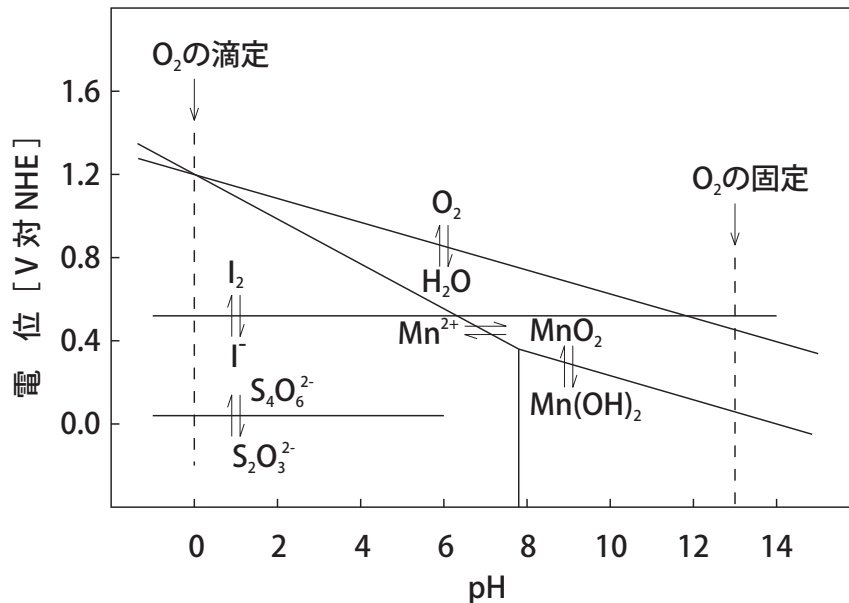

図 1 電位-pH 曲線 (Winkler 法に関連する系)
図 1 より、①強アルカリ性においては、 Mn^{2+} は O_2 を還元し MnO_2 あるいは MnO(OH)_2 になるが、これらも O_2 も I^- を酸化しません。②強酸性にすると、もはや Mn^{2+} は O_2 を還元しませんが、 Mn^{4+} は I^- を I_2 とします。③強酸性での滴定では I_2 は $\text{S}_2\text{O}_3^{2-}$ を酸化することがわかります。④酸性にしたとき、この図からは、 O_2 が I^- を酸化する傾向にあることがわかります。しかし、平衡論的にはそうであっても、實際上、この反応速度は遅いので短時間には目立った誤差は生じません。以上のように、Winkler 法は酸化還元電位の pH 依存性を巧みに応用していることがわかります。